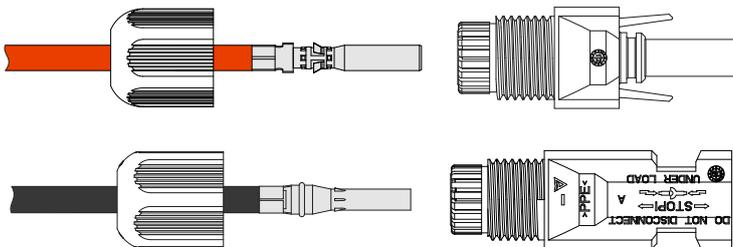

Figura 3-18 Ajuste del terminal de metal
Paso 3 Inserte el cable positivo y el cable negativo en la capa aislante correspondiente respectivamente. Si se escucha un clic, significa que el cable se ha insertado correctamente, como se muestra en la Figura 3-18.